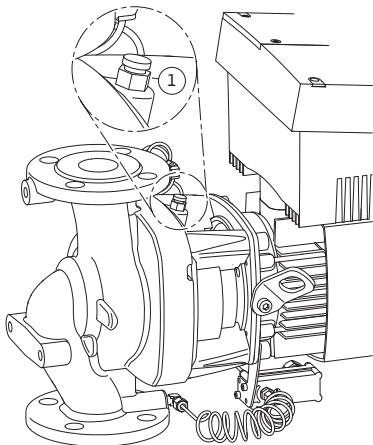

Fig. 47: Ilmausventtiili
- Ilmaa pumput avaamalla ilmausventtiilit (Fig. 47, pos. 1). Kuivakäynti rikkoo pumpun liukurengastiiivisteen. Paine-eroanturia ei saa ilmata (rikkoutumisen vaara).